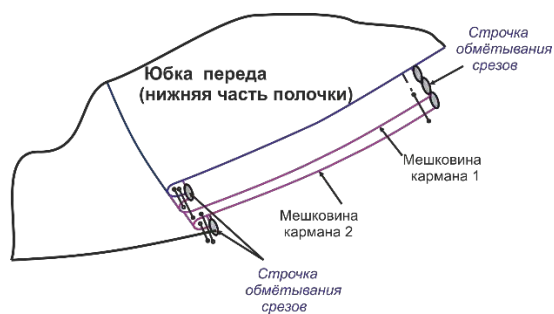

Рис. 4
16. Притачайте детали мешковины (подкладки) кармана к нижней части полочки и спинки (Рис.4). Припуски швов обметайте и настрочите на мешковину.